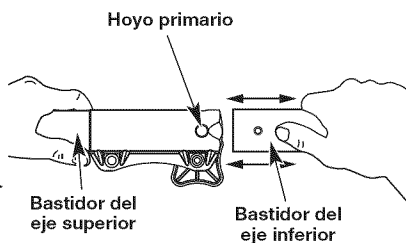

Fig. 3
- A la vez que sostiene firmemente el accesorio, empujelo derecho hacia el interior del acoplador Convertible™ hasta que el botón de desconexión encaje sólidamente en el orificio principal (Fig. 3).
- A la vez que sujeta la caja del eje superior, tire del accesorio recto hacia afuera del acoplador Convertible™ (Fig. 3).